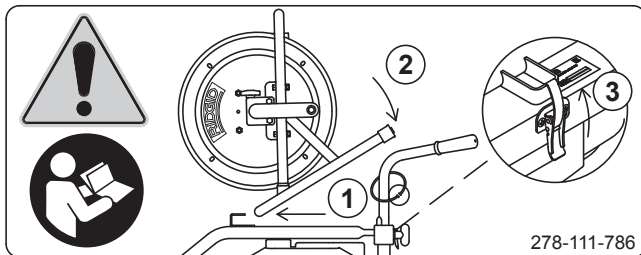

Figure 12 – Étiquette de l'enrouleur du KJ-3100
Sur le KJ-3100, ouvrez le loquet de la poignée pour retirer l'enrouleur. Reportez-vous à la *Figure 12* pour le montage de l'enrouleur. Engagez l'avant de l'enrouleur en premier sur le cadre ①. Asseyez l'enrouleur sur son support ②. Fermez le loquet de la poignée ③.